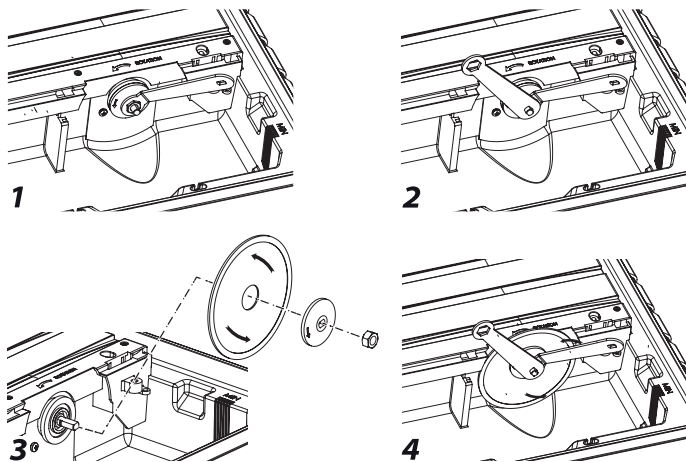

Рис. 5
- Установите отрезной диск (Рис.5).